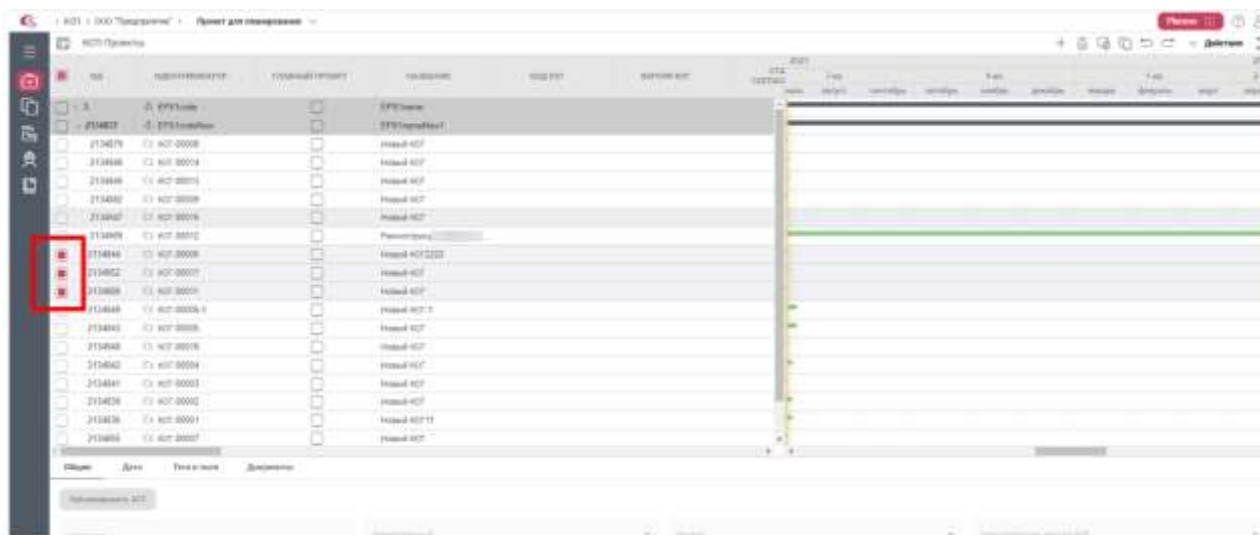

Рисунок 65– Раздел «Проекты», выбор нескольких проектов
1. В разделе Проекты проставить чек-боксы в столбце Множественный выбор на несколько КСГ (Рисунок 65)